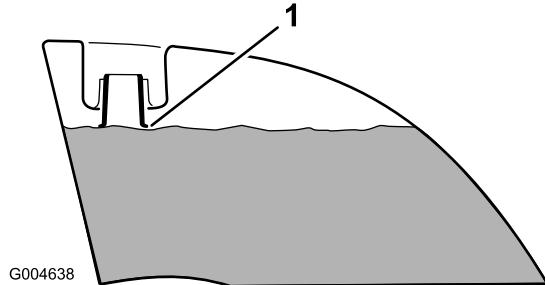

Figura 10
4. Adicione gasolina a ambos os depósitos de combustível até que o nível se encontre nivelado com o fundo do tubo de enchimento (Figura 10). **Não encha demasiado os depósitos de combustível.**